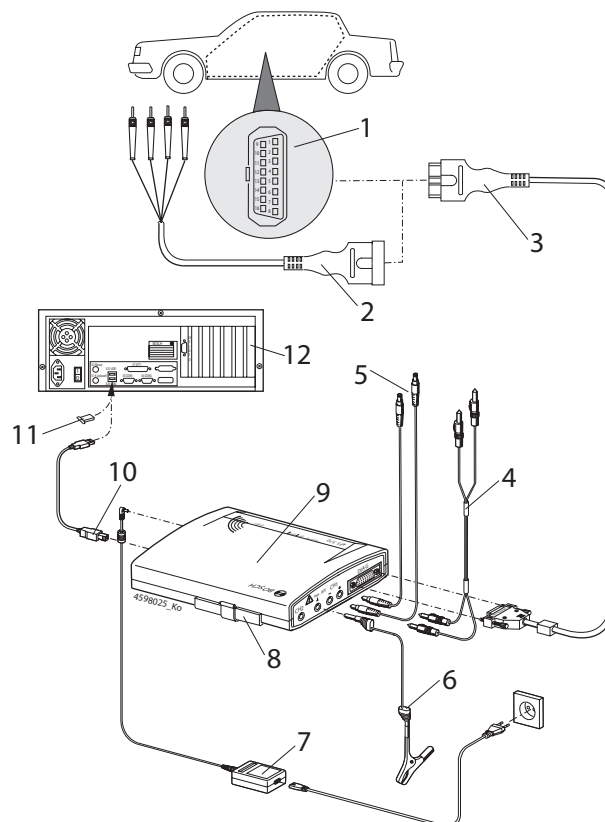

Fig. 3: Koblings skjema, for eksempel på KTS 570
UNI-forbindelseskabelen (fig. 3, pos. 2) skal kun brukes til målinger under 30 volt.
- OBD-diagnoseledningen (fig. 3, pos. 3) eller
- OBD-diagnoseledningen og til tillegg via UNI-forbindelseskabelen (fig. 3, pos. 2), eller